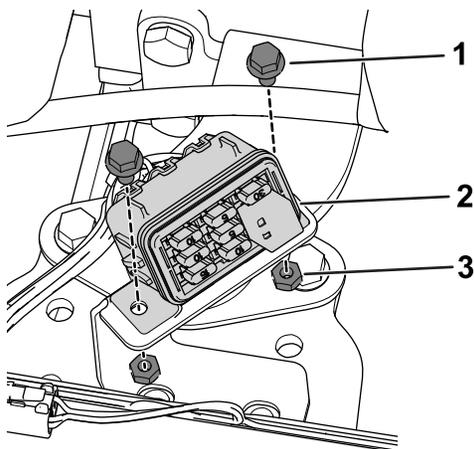

Bild 16
3. Befestigen Sie den Sicherungskasten mit zwei Schrauben (M6) und zwei Sicherungsmuttern (M6) an der Sicherungskasten-Befestigung (Bild 16).